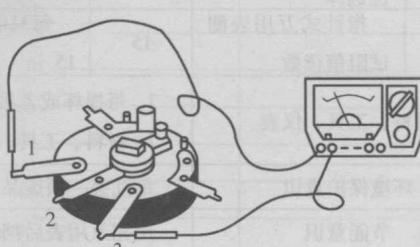

图 1-1-10 测量电位器的标称阻值
- 2) 再用万用表电阻挡测量电位器两端焊片（图 1-1-10 中 1、3 端），其阻值应与标称值相同。